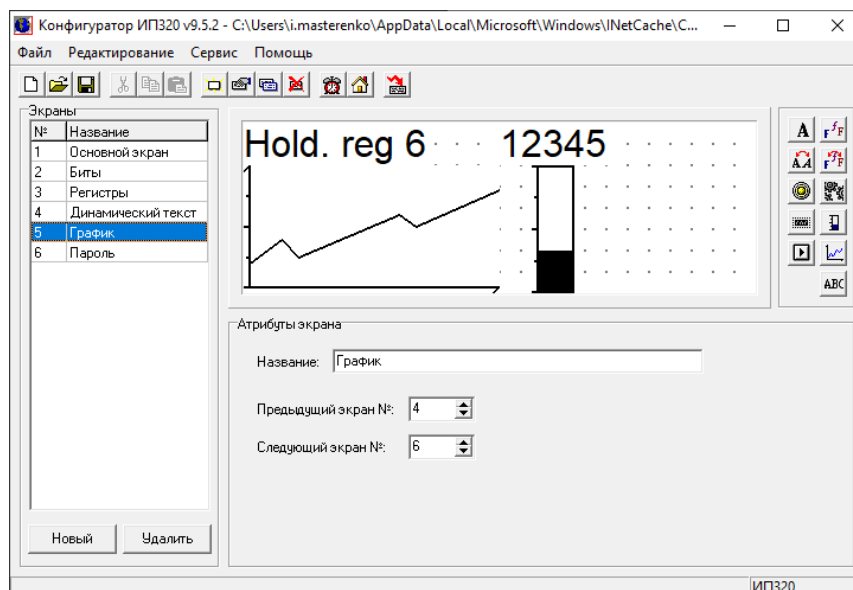

Рис. 13. Экран **График**
- **Число рег-ов** – число регистров для типа WORD (1);
5. Экран **График** (рис. 13) отображается изменение параметра за определенное время.